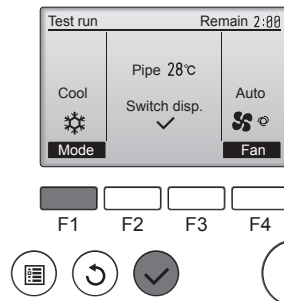

Fig. 8-3
- 1 Trykk på [F1] for å endre driftsmodus. (Fig. 8-3)